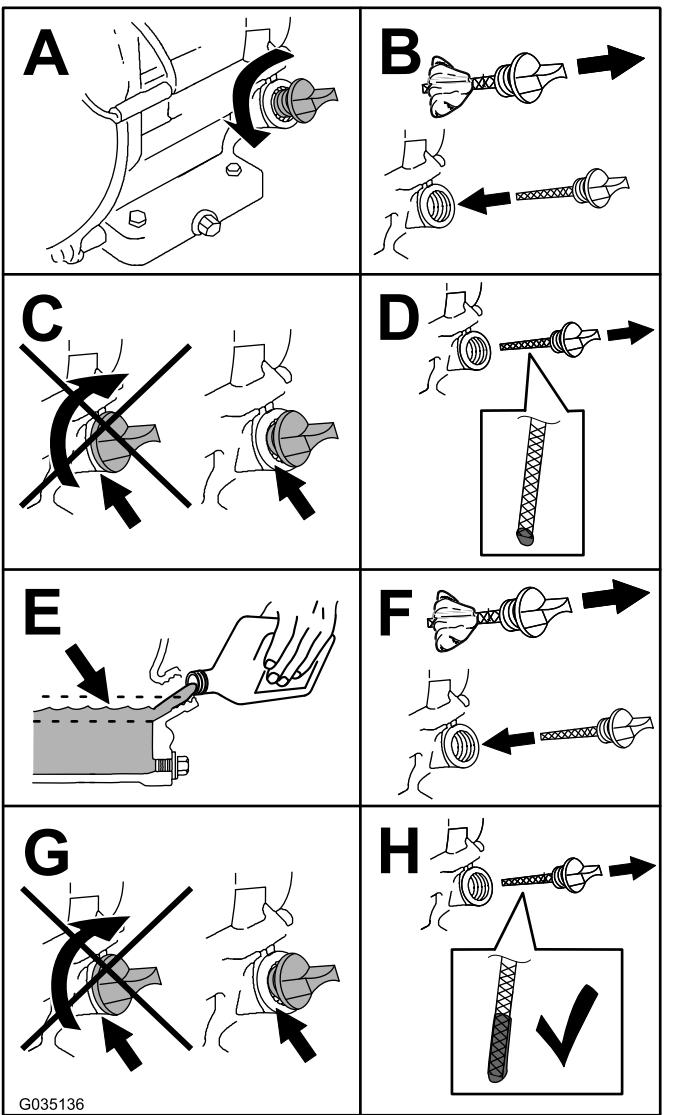

Figura 39
- Compruebe el nivel de aceite como se muestra en Figura 39.